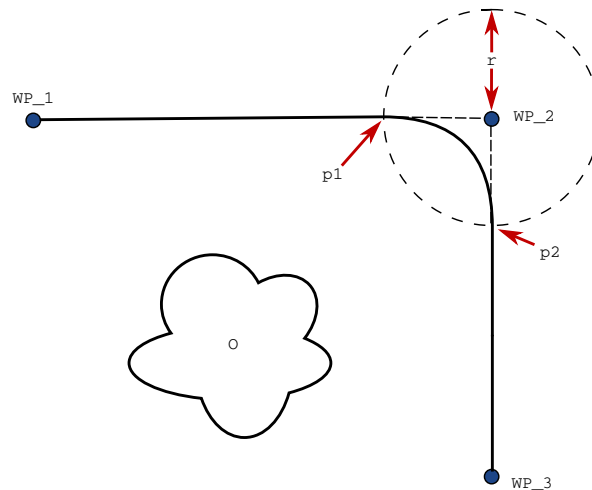

图 15.3: 与半径  $r$  在 WP\_2 上方交融, 初始交融位置位于  $p1$ , 最后交融位置位于  $p2$ 。O 为障碍物。
**交融参数** 除了路点，还有多个参数将影响交融轨迹（参见图 15.3）：